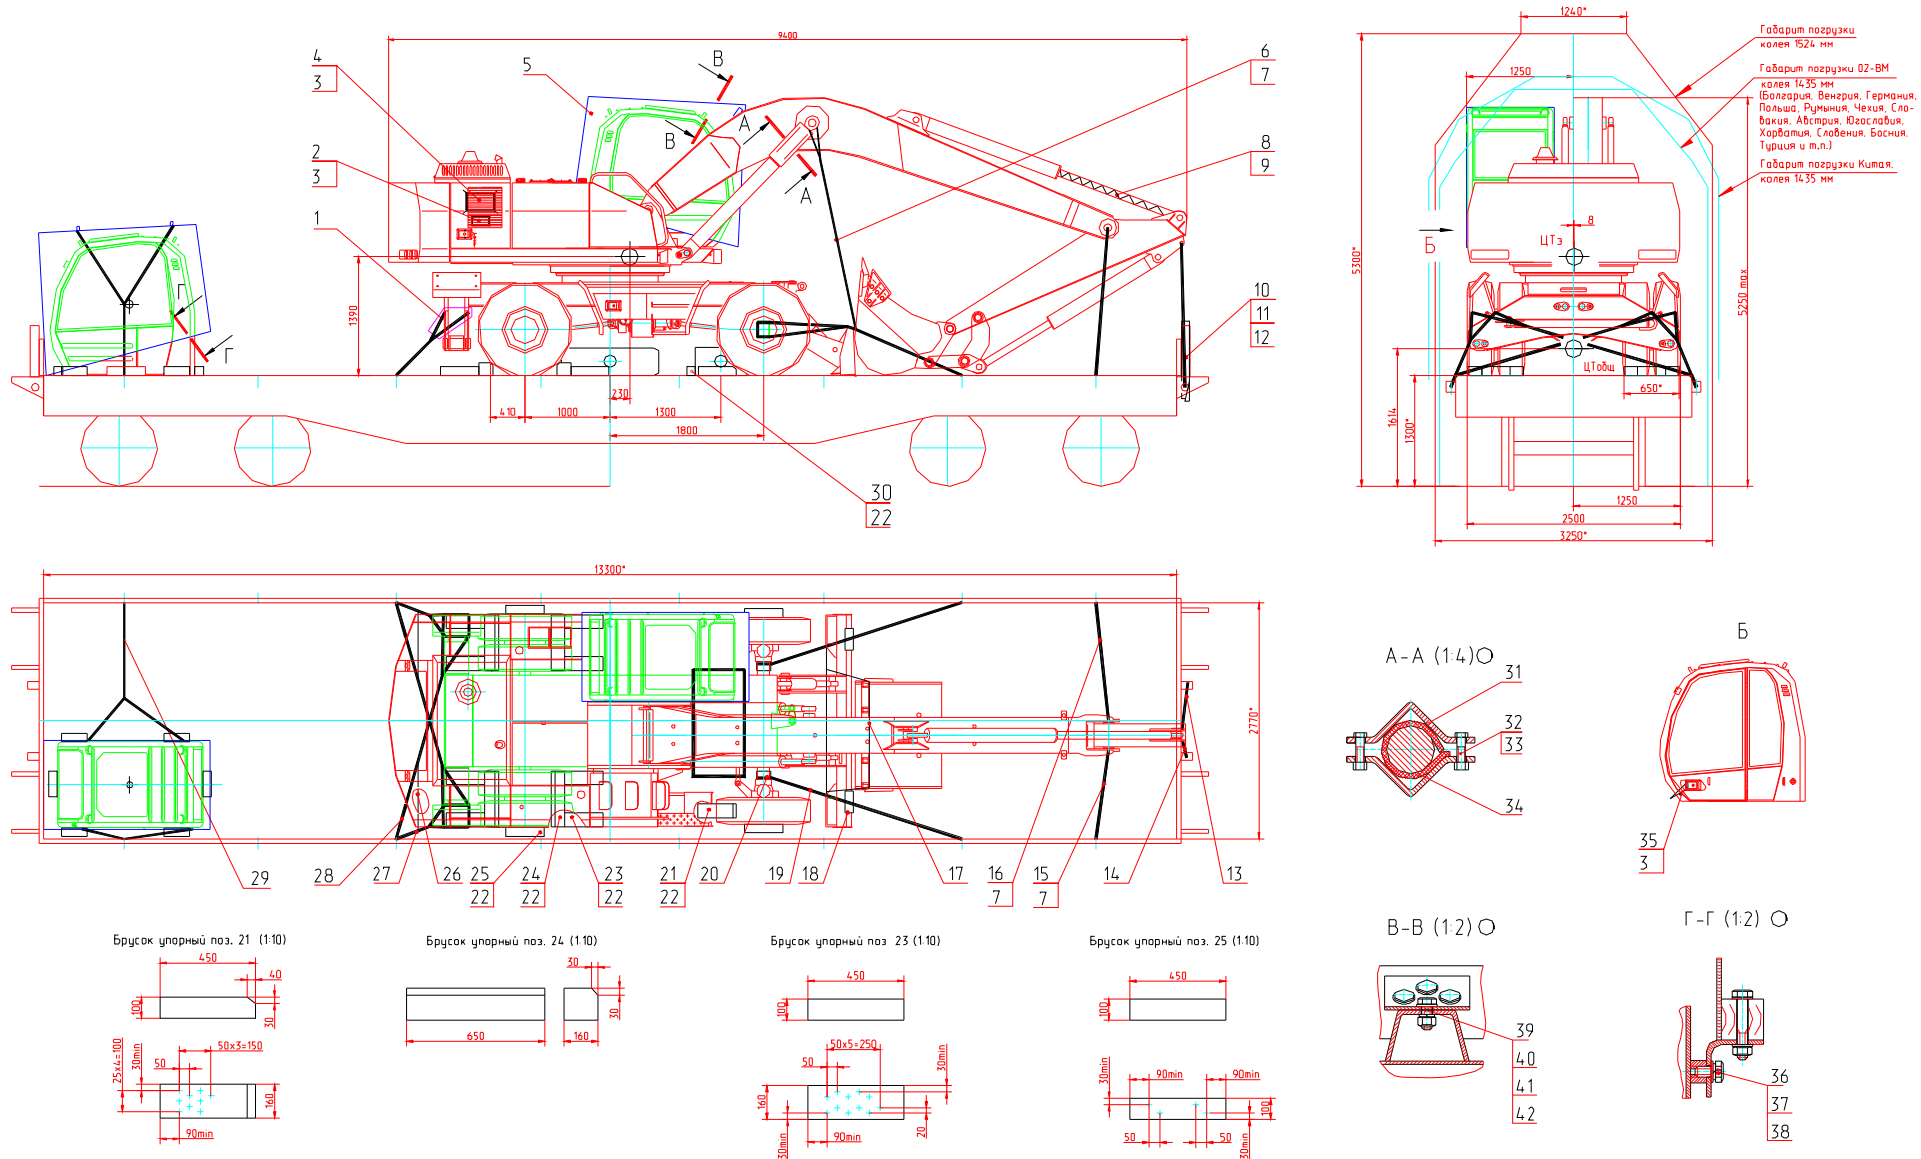

Рис. 5 Схема погрузки экскаватора на четырехосную железнодорожную платформу
Транспортирование экскаватора по железной дороге производится в соответствии со схемой погрузки, утвержденной МПС (рис.5).
2. Экскаватор грузить на платформу собственным ходом по эстакаде с углом наклона до 9° или с помощью крана и разместить над продольной осью платформы по схеме (см. рис. 5). Стрелу опустить, рукоять и ковш подвернуть. Включить стопор поворота, стояночный тормоз, 1-ю передачу КПП и передний мост. После погрузки рычаги управления гидрораспределителем установить в нейтральное положение. Законсервировать штоки гидроцилиндров, слить горючее из бака сверх установленной нормы. Слить воду (при использовании воды) из отопителя кабины, системы охлаждения двигателя